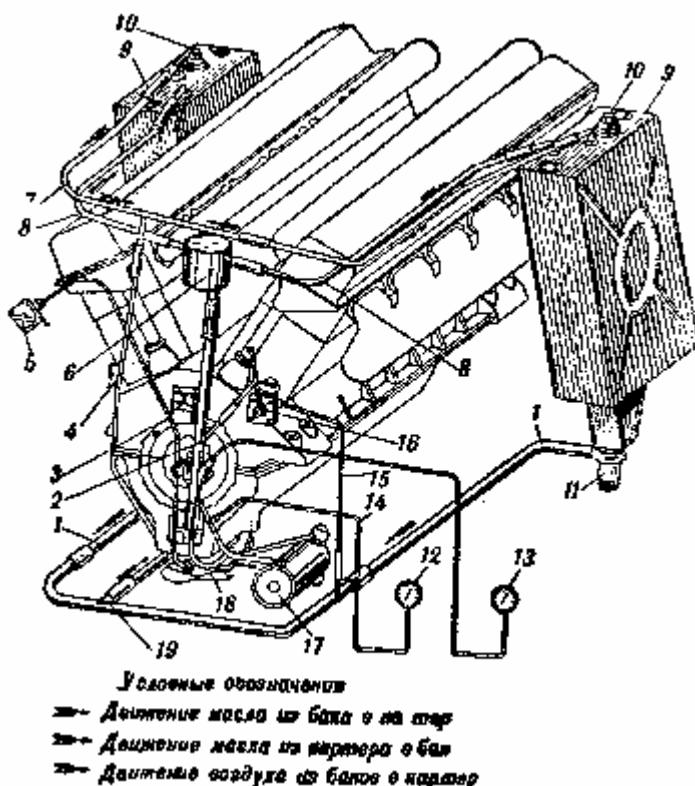

Рис. 69. Схема смазки двигателя:
Составными частями масляной системы (рис. 69) являются: масляные баки, масляный насос, масляный фильтр, ручной маслоподкачивающий насос, масляные трубопроводы и контрольные приборы — манометр и аэротермометр.
Масляные баки 9 (см. рис. 69) устанавливаются в моторном отделении с обеих сторон двигателя, у бортов танка. При таком расположении баков поток наружного воздуха, всасываемого внутрь танка вентилятором, омывает их стенки и охлаждает находящееся в баках масло.
К трубке, идущей от масляного фильтра 17 (см. рис. 69) в крышке центрального подвода, присоединён приёмник масляного манометра, который соединён с масляным манометром капиллярной трубкой 14, заполненной незамерзающей жидкостью. Масляный манометр показывает давление масла, поступающего в коленчатый вал двигателя. К трубке 2, идущей от масляного насоса 18 к уравнительному бачку 6, присоединён штуцером приёмник дистанционного аэротермометра 13, измеряющего температуру выходящего из двигателя масла. Масляный манометр и аэротермометр монтируют на щитке контрольных приборов перед водителем танка.
Обе пары откачивающих шестерён подают выходящее из двигателя МАСЛО сначала вверх по трубке в уравнительный бачок (см. рис. 69), а затем далее по трубкам в масляные баки. Уравнительный бачок служит для равномерного распределения масла между обоими баками.
- 1) вывернуть из днища корпуса под масляным баком заглушки, а из бака сливную пробку 11 (см. рис. 69) с фильтром;